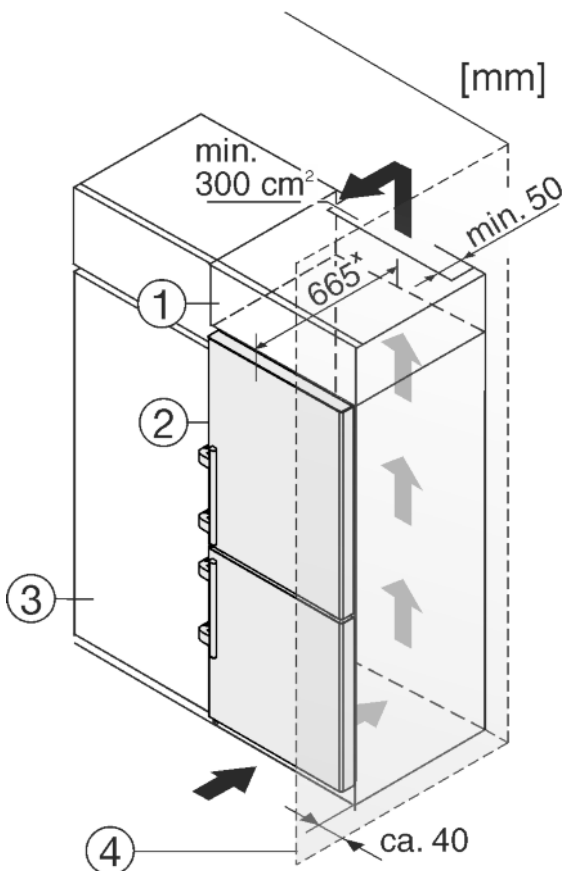

Fig. 41
Устройство может быть окружено предметами кухонной обстановки. Чтобы уравнивать устройство Fig. 41 (2) по высоте с кухонной стенкой, можно установить над устройством соответствующий дополнительный шкафчик Fig. 41 (1).
В комбинации с кухонными шкафами устройство можно устанавливать непосредственно рядом с кухонным шкафом Fig. 41 (3). Чтобы можно было полностью открыть двери, устройство должно выступать, как минимум, на 65 мм\* относительно передней стенки кухонного шкафа. В зависимости от глубины кухонных шкафов и использования пристенных распорок устройство может выступать и больше.
Если устройство установлено на шарнирах у стены Fig. 41 (4), то расстояние между устройством и стеной должно быть не менее 40 мм. Настолько выступает ручка при открытой дверце.